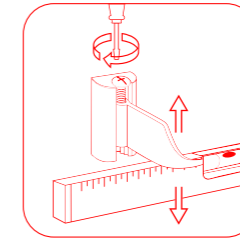

рис. 4
**Для того, чтобы идеально ровно смонтировать радиатор к стене, используйте оригинальные регулируемые кронштейны Royal Thermo (рис. 4).**